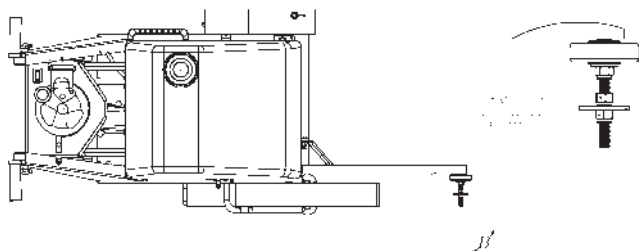

Figura 22. Vista de Puntero
1. La CCT12 emplea un puntero frontal (observar Figura 22) y que se alinea perfectamente con el disco de diamante en la fábrica. Referenciando la siguiente figura, un corte preciso se logra apuntando directamente el puntero con la línea de corte. Una trayectoria de corte se obtiene cuando el operador suavemente empuja la cortadora desde su manubrio.